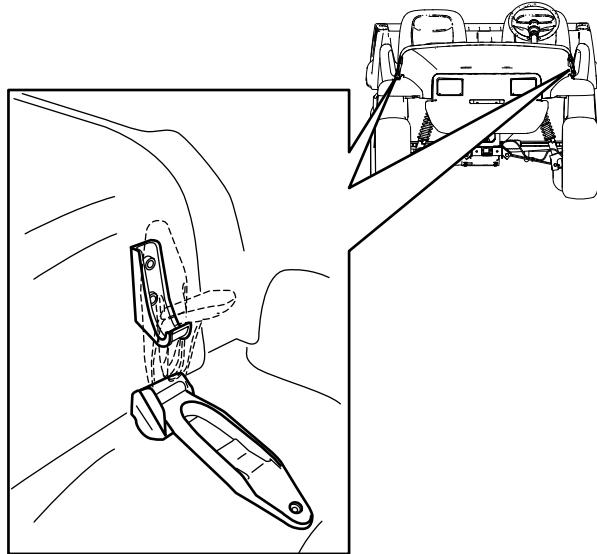

Рисунок 22
- Поднимите ручки резиновых защелок с каждой стороны капота (Рисунок 22).
- Закрепите капот, совместив резиновые защелки с фиксаторами защелок с каждой стороны капота (Рисунок 22).